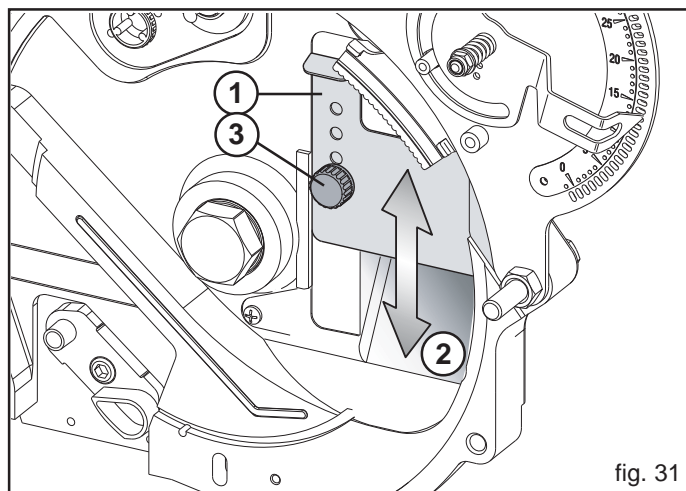

fig. 31
Dans les distributeurs (Fig. 31) il faut installer un disque (1, Fig. 31) choisi selon la dimension de la graine (qui ne doit pas entrer dans le trou - voir tableau 3.10.2). La dépression créée sur le disque permet d'aspirer les graines qui sont ensuite libérées sur le terrain après une sélection correcte.
La plaquette anti-débordement (1 Fig. 31) est réglable dans quatre positions et définit l'amplitude de la section d'entrée des graines (2 Fig. 31), de sorte que ces derniers ne peuvent pas sortir du distributeur en cas d'alimentation excessive. Le réglage est particulièrement nécessaire en cas de terrains à très forte pente ou lorsqu'il s'agit de graines très petites.
N.B. : Vérifier que la poignée (3, Fig. 31) est bien serrée.